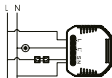

Рисунок 2.3
- с двумя проходными выключателями (см. рисунок 2.3).